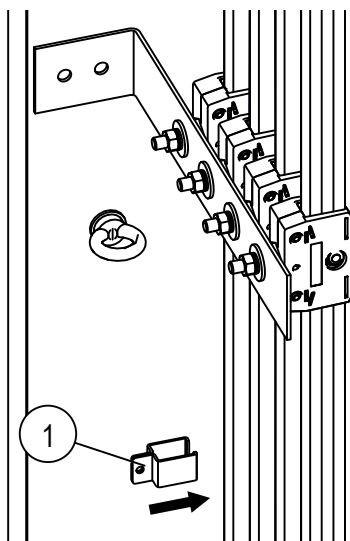
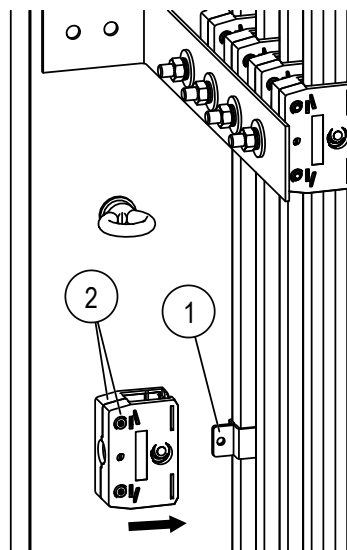

Abb. 37: Halblech (Pos. 1) der Fangvorrichtung in Schiene einklippen
Abb. 38: Gehäusehälften (Pos. 2) einhängen
- Die Halblechhälften (Pos. 1) der Fangvorrichtung über das Isolierprofil klemmen. Mit einer Hand die Halblechhälften festhalten und mit der anderen Hand in Pfeilrichtung die Gehäusehälften (Pos. 2) einhängen (siehe Abb. 37 und Abb. 38). Darauf achten, dass der Schraubenkopf der lose montierten Zylinderschrauben nach außen schauen, also von der kundenseitigen Tragkonstruktion abgewendet sind.